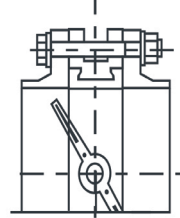

Рис. 6
14. Затяните болты (шпильки) так, чтобы фланцы и корпус (металлическая часть) затвора соприкоснулись. Затяжка болтов на межфланцевых соединениях должна быть равномерной по всему периметру. Медленно закройте и откройте дисковый поворотный затвор. Если установка затвора была проведена правильно, затвор должен свободно открываться и закрываться (рис. 6).